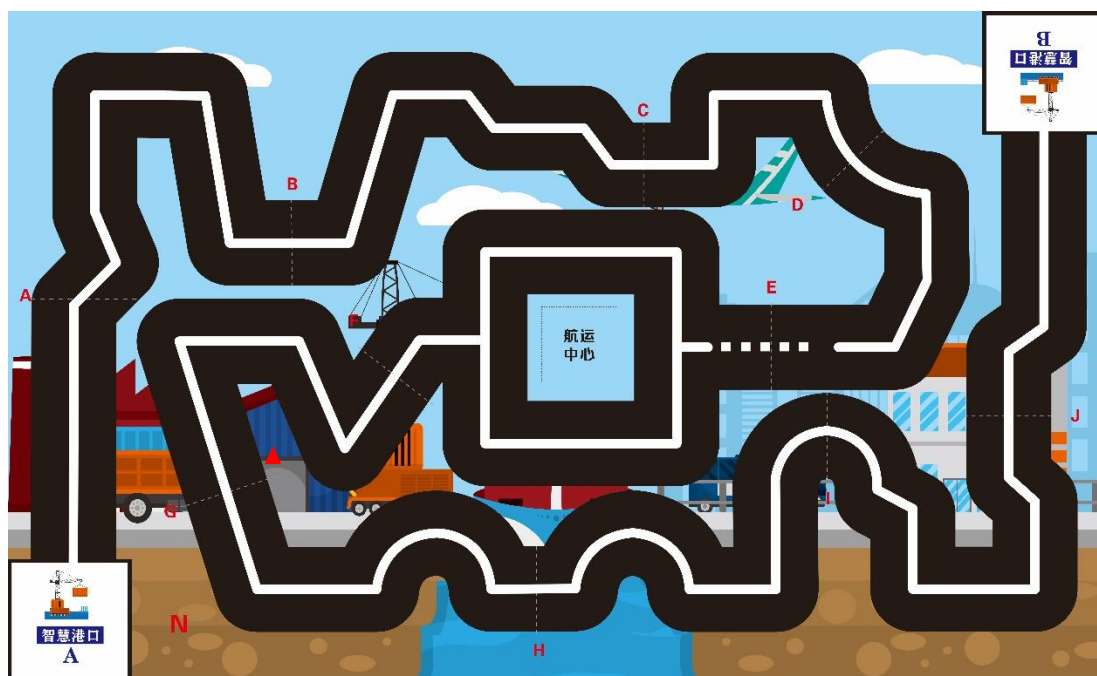

图 1 比赛地图样例
比赛场地由拼接式赛台、地图和任务模型组成，图 1 是比赛地图样例。
彩色喷绘的地图铺设在赛台的底板上。地图上有两个启动区（A 启动区及 B 启动区），不规则分布着有白色引导线的主干道和几个功能区，如图 1 中所示。
- 4.2.2.1 图 1 中，沿着主干道有 10 条与引导线正交的标记线。在标记线旁分别以“A、B、C、……J”英文字母标注。